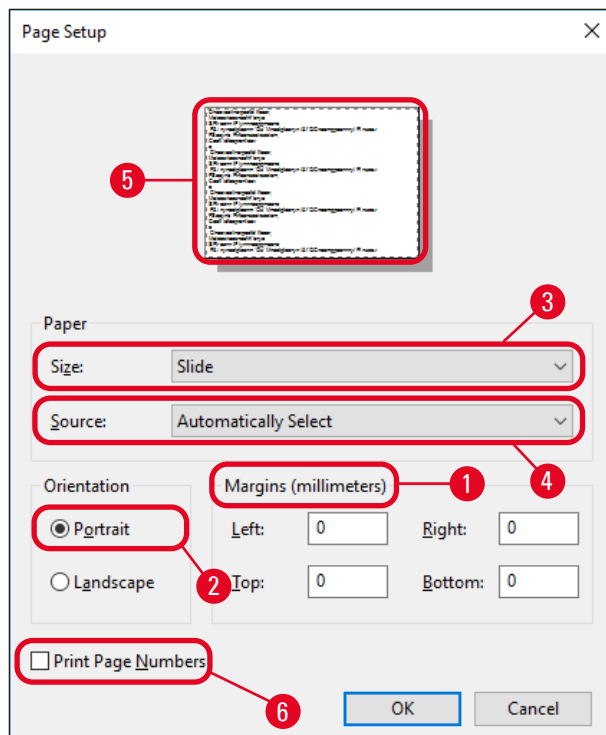

Abb. 42
3. Zunächst sind die Seiteneinstellungen auszuwählen: Durch Klicken auf **File** > **Page Setup** (Seite einrichten) das Dialogfeld **Page Setup** öffnen (→ "Abb. 42").